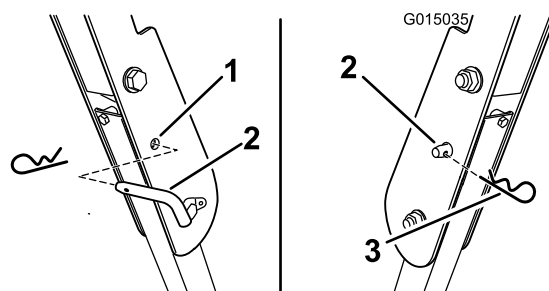

Figura 10
3. Instale los pasadores de bloqueo. Sujete los pasadores con las chavetas (Figura 10).
4. Para bajar la barra anti-vuelco, retire la chaveta y el pasador de bloqueo (Figura 10).